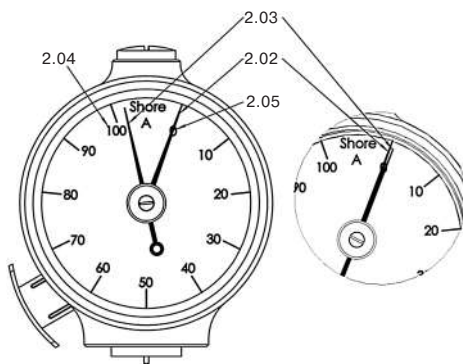

Рис.5. Проверка аналогового твердомера НР — стрелка фиксатор.
- Переведите стрелку фиксатор (2.03, Рис.5) на позицию выше «100» (2.04, Рис.5)
- Переведите стрелку фиксатор (2.03, Рис.5) обратно на позицию «0» (2.05, Рис.5), после процедуры проверки так, чтобы она совпала со стрелкой указателем (2.02, Рис.5).